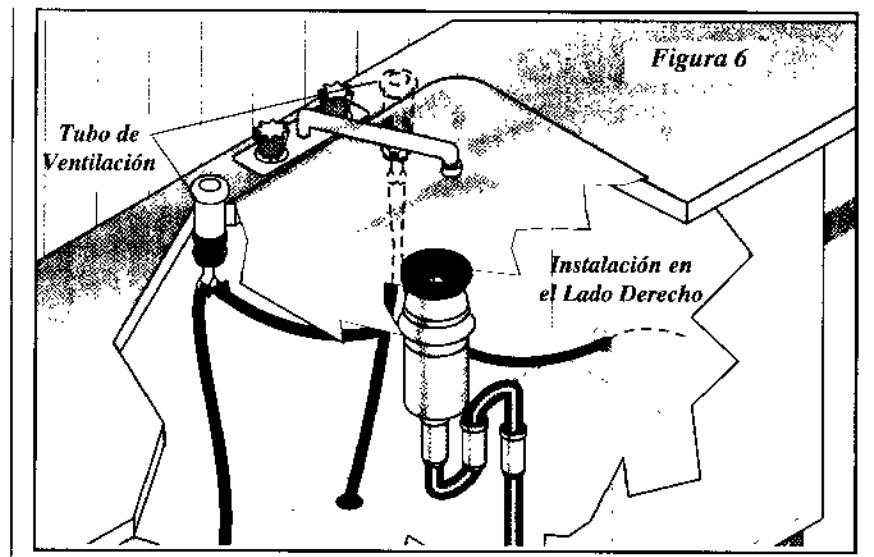

Figura 6
3. Si usted conecta a un colector de fregadero, los códigos locales pueden requerir que usted instale un juego de ventilación, no incluido. La manguera de desagüe debe ser guiada desde el lavavajillas a la entrada del tubo de ventilación como se muestra en la Figura 6. Se dispone de un juego de tubo de ventilación en su almacén de suministro de plomería.